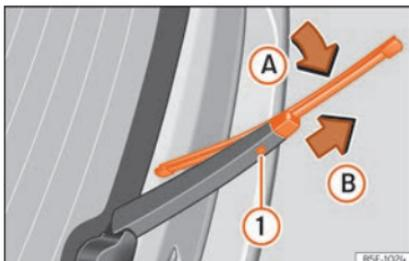

Fig. 81 Substituição da escova do vidro traseiro.
- Desloque a escova por cima até ao braço do limpa para-brisas »»» **Fig. 81** (seta **A**).
- Mantenha pressionado o botão de desbloqueio »»» **Fig. 81** **1** puxando a escova no sentido da seta **B**. É provável que tenha que empregar muita força.
- Introduza no braço limpa para-brisas uma escova nova **com o mesmo comprimento e características**, no sentido contrário à seta »»» **Fig. 81** **B** até que encaixe. Para tal, a escova deve estar na posição recolhida (seta **A**).